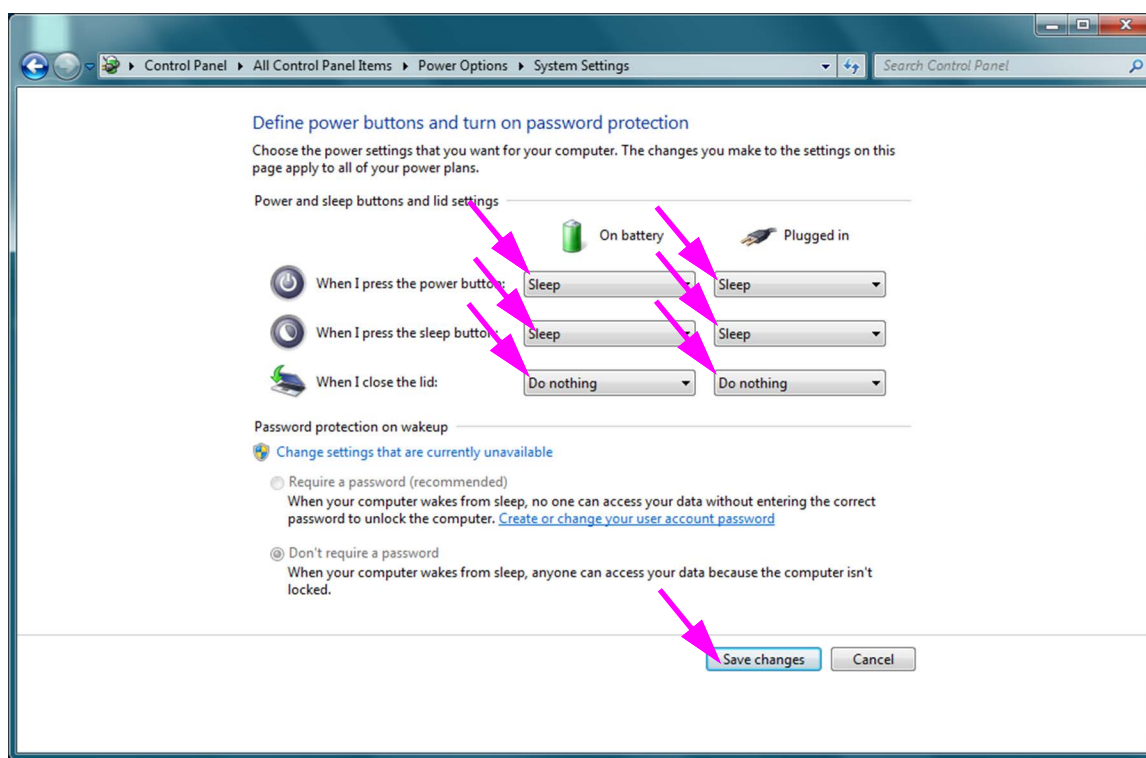

Figure 2-23. Fenêtre System Settings (Paramètres système)
9. **Pour les portables uniquement** : Dans la fenêtre Power Options (Options d'alimentation), cliquez sur l'entrée **Choose what closing the lid does (Choisir l'action qui suit la fermeture du capot)**. La fenêtre System Settings (Paramètres système) s'affiche (cf. Figure 2-23). Définissez le paramètre **When I close the lid (Lorsque je referme le capot)** sur **Do nothing (Ne rien faire)**, et définissez tous les autres paramètres sur **Sleep (Veille)**, puis cliquez sur **Save Changes (Enregistrer les modifications)**.